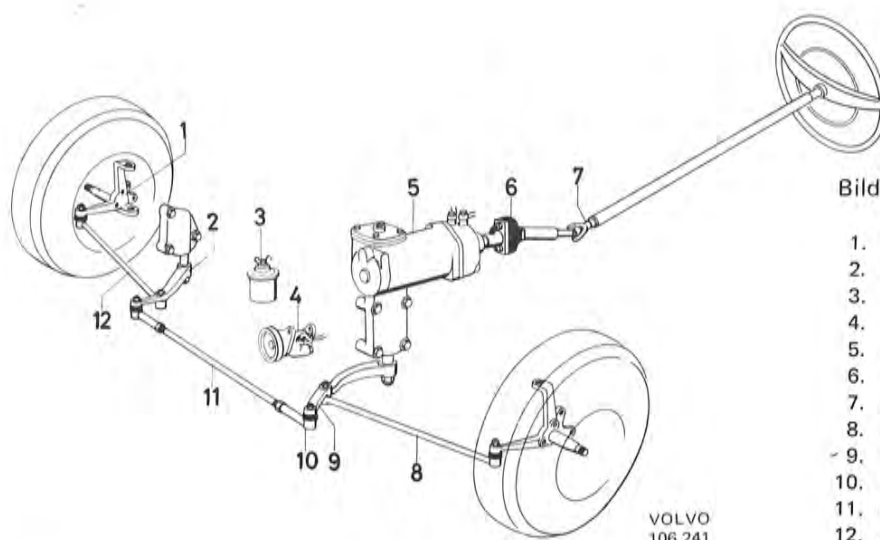

Bild 40. Styrinrättning (servostyrning)
Styrinrättningens konstruktion framgår av bild 40. Rattens rörelse överförs till hjulen via rattaxeln (7), styrväxeln (5), pitmanarmen (9), parallellstaget (11), styrstagen (8 resp 12) samt spindlarna (1).
Stagens kuller är plastfodrade, vilket gör underhållsmörjning obehövlig. Parallellstaget (11 bild 40) har utbytbara kuller (p-ändar) medan styrostagens (8 och 12) kuller är tillverkade i ett med staget.